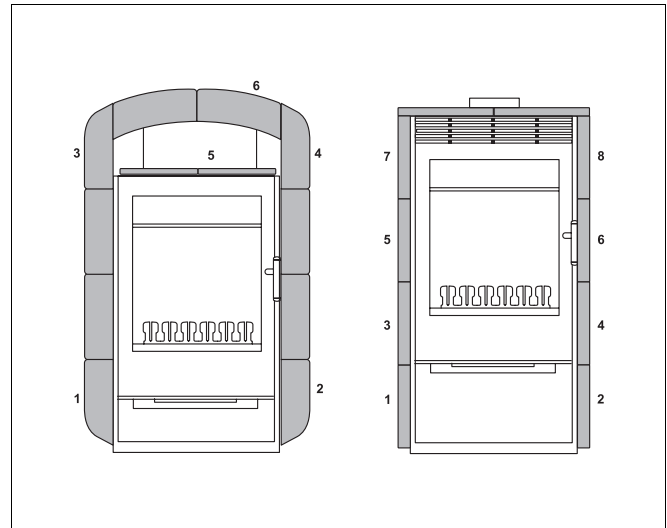
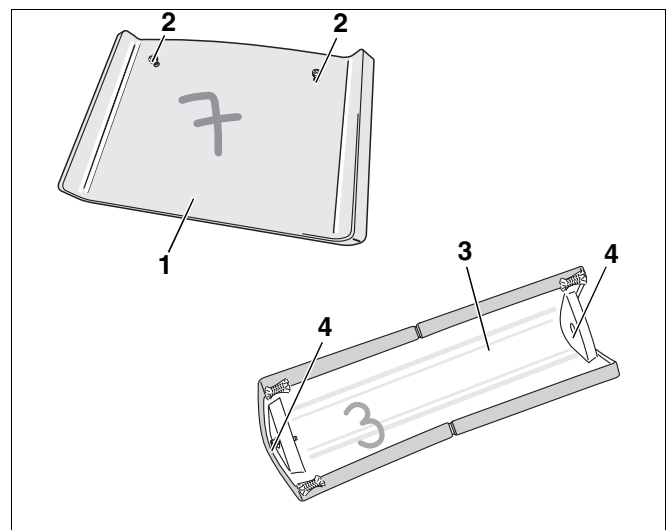

Abb. 11 Positionen der Kacheln (links blueline 1 und rechts blueline 2)
Abb. 12 Kachelrückseiten (blueline 2 und blueline 1)
- Die Kacheln sind auf der Rückseite nummeriert, vgl. Abb. 12. Halten Sie unbedingt die Reihenfolge der Nummerierung ein, vgl. Abb. 11.
- Mitgelieferte Schrauben in die Bohrungen auf der Kachelrückseite (Abb. 12, **Pos. 2 u. 4**) eindrehen.